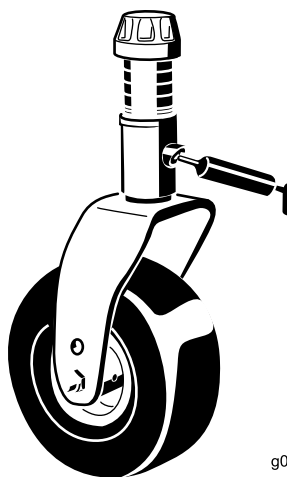

Figura 41
- Dois casquilhos de eixo da forquilha da roda giratória (Figura 41)